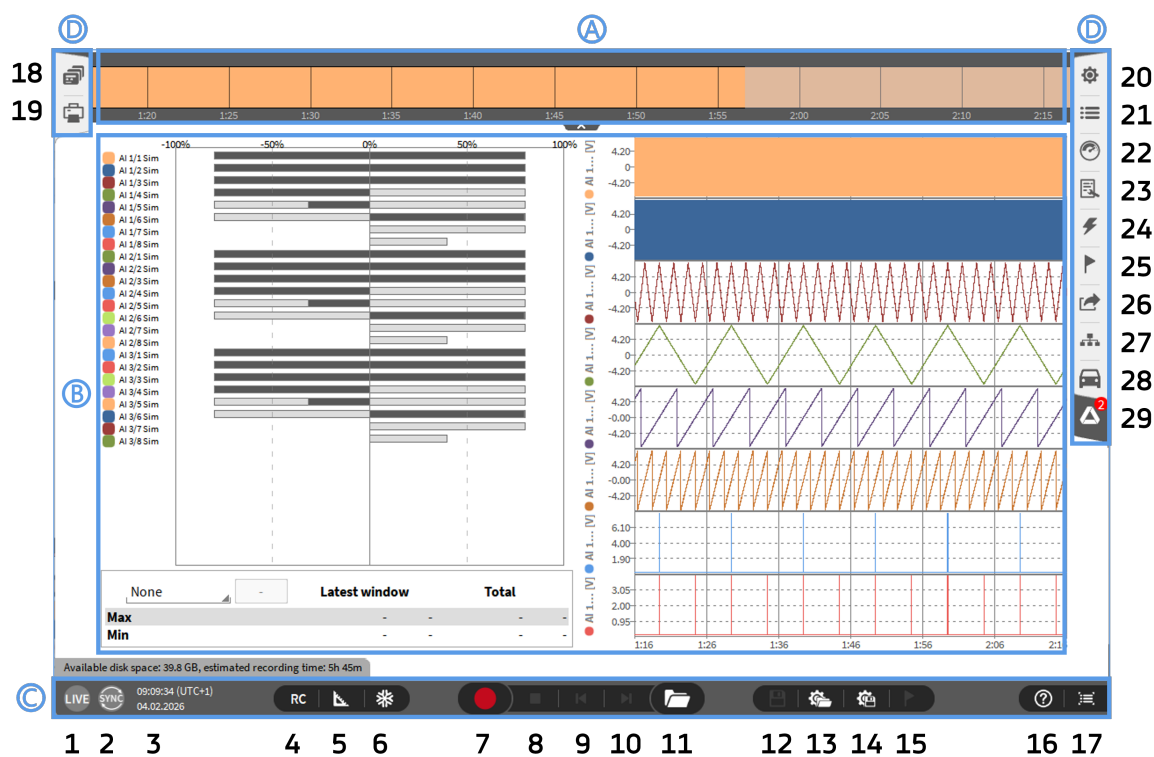

Fig. 3.5: 软件概览
量程占比指示表 (见量程饱和度) 以及显示前 8 个模拟输入通道的图表记录仪 (见报警指示灯), 是 OXYGEN 默认测量界面的组成部分 (见 Fig. 3.5)。
显示当前软件的工作模式。OXYGEN 共有三种不同的工作模式：*LIVE*、*REC* 和 *PLAY*。当前的软件模式会显示在操作栏中 (参考 ① in Fig. 3.5)。各模式的特性说明如下：